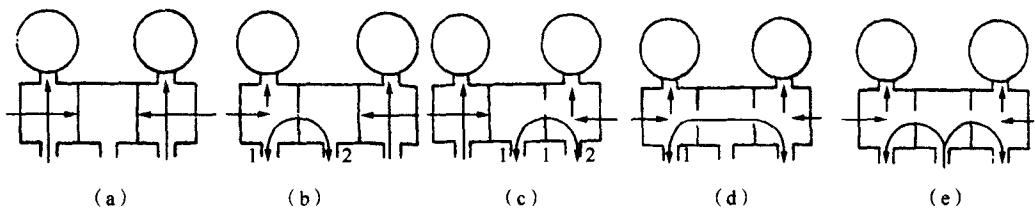

图 1.17 复合压力表的使用
复合压力表的手动高、低压阀配合使用，如图 1.17 所示，可进行如下操作：
- 手动低压阀和手动高压阀同时关闭，只供读取压力和温度，如图 1.17 (a) 所示。
- 手动低压阀打开，手动高压阀关闭，可供充加制冷剂或其他维修，如图 1.17 (b) 所示。
- 手动低压阀关闭，手动高压阀打开，可做压力试验，清洗系统等维修，如图 1.17 (c) 所示。
- 手动低压阀和手动高压阀同时打开，中间接管密闭，则高压端压力与低压端相通，形成旁路，如图 1.17 (d) 所示。
- 手动低压阀和手动高压阀同时打开，如果中间接管与制冷剂钢瓶连接，制冷剂气体可同时进入高低压端；如果中间接管与真空泵连接，可实现高低压双侧抽真空，如图 1.17 (e) 所示。